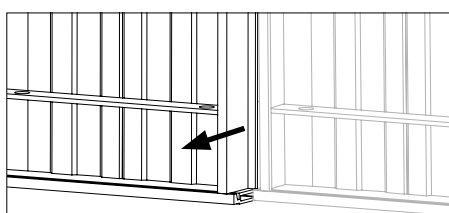

Fig. C2.08b
- Estrarre il telaio dalla parete. (Fig. C2.08b)